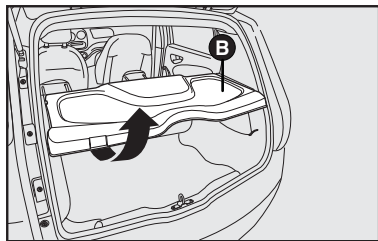

fig. 96
2) Levantar a tampa **B-fig. 96** e puxá-la para cima.